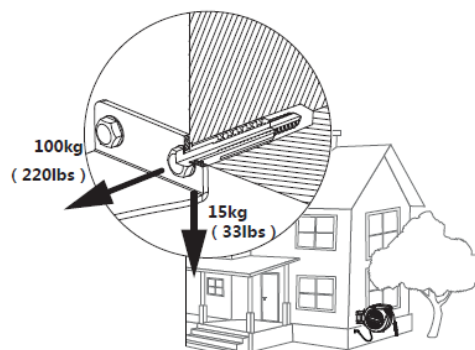

Fig. 2
- Suffisamment robuste pour supporter les charges comme illustré à la Fig. 2.